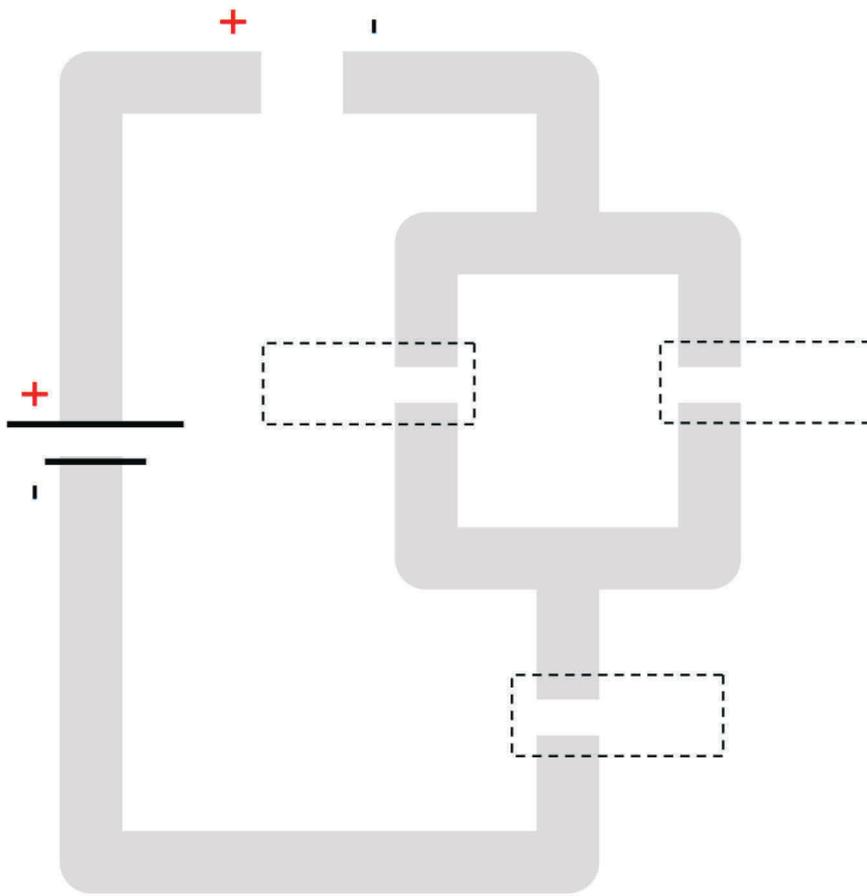

Bild 10: Kopiervorlage „Logikschaltung“
- Male den hellgrauen Strich auf der Vorlage (Bild 10) mit einem 8B-Blei-Stift kräftig nach.